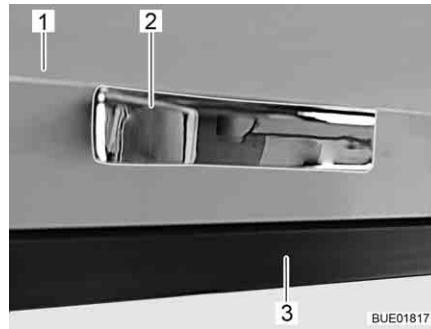

Bild 75 Skåplucka med trycklås
- Tryck på skåpluckan (Bild 75,1) vid handtaget (Bild 75,2) mot skåpskroppen (Bild 75,3). Skåpluckan är upplåst.